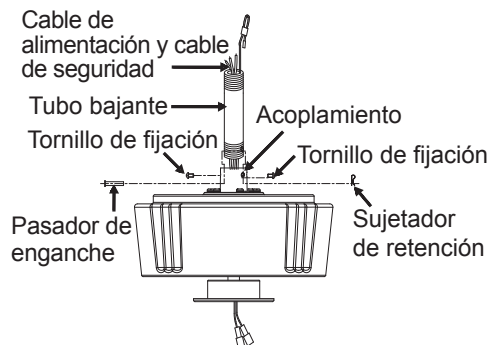

Fig. 9
**Paso 6.** Afloja los dos tornillos de fijación y retira el pasador de enganche y el clip de retención del acoplamiento en la parte superior del conjunto del motor. (Fig. 9)
A continuación, vuelve a colocar el pasador de enganche y el clip de retención. Aprieta ambos tornillos de fijación. (Fig. 9)